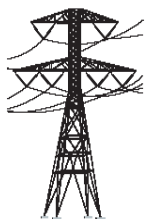

рис. 7
На задней стенке машины имеется контакт, отмеченный символом, указанным на рис. 7, и предназначенный для ее подключения к системе выравнивания потенциала между различными электроприборами. В заводской табличке указаны величины максимальной мощности (W) и потребляемого тока (A), по которым должны определяться размеры кабелей и характеристики выключателей (смотри раздел 1.7).